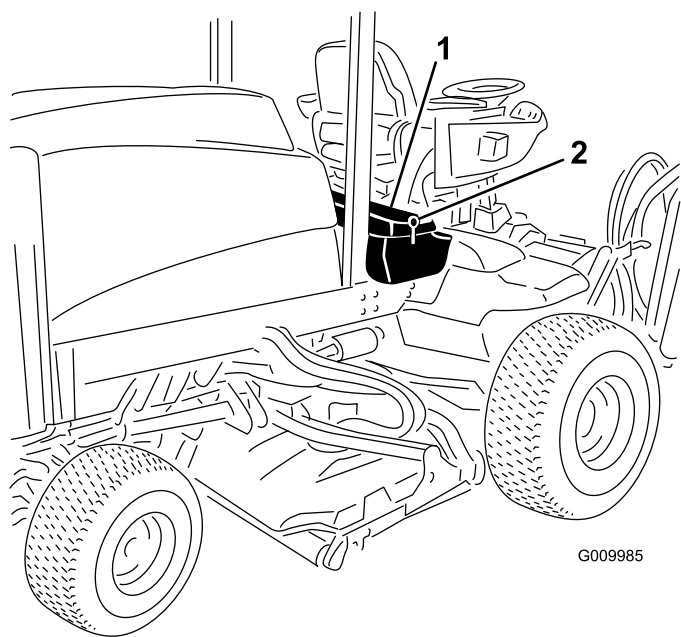

Рисунок 74
1. Откройте защелки и поднимите пульт управления оператора (Рисунок 74).